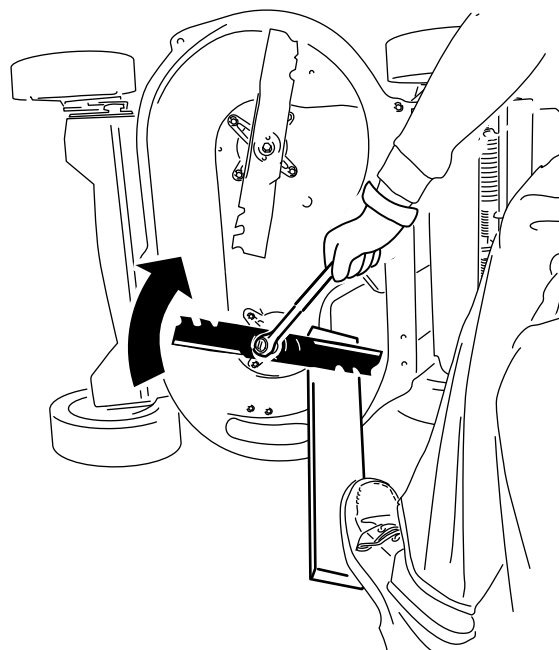

Figura 33
2. Inmovilice cada cuchilla con una tabla de madera, y gire el perno de la cuchilla en sentido horario con una llave dinamométrica, como se muestra en la Figura 33; apriete el perno de cada cuchilla a 82 N·m (60 pies-libra).